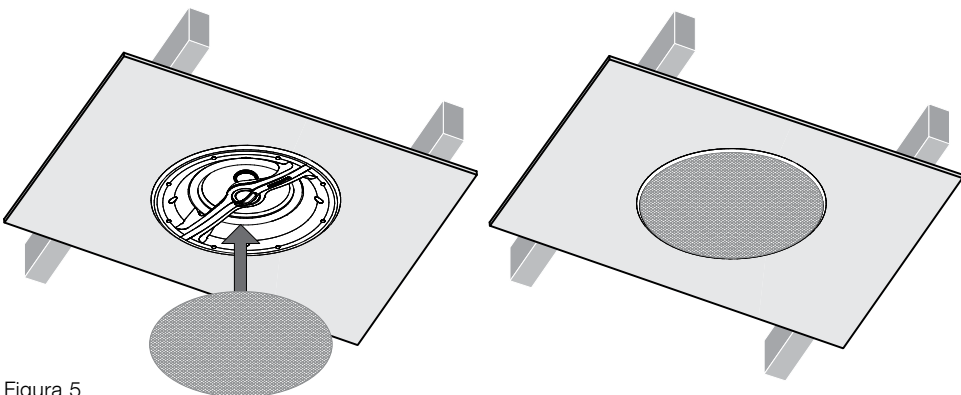

Figura 5
4.5 È ora possibile installare la griglia. Essa viene assicurata al diffusore tramite piccoli magneti. È sufficiente quindi allinearla alla scanalatura presente sulla flangia affinché scatti in posizione. La Figura 5 illustra il montaggio della griglia.